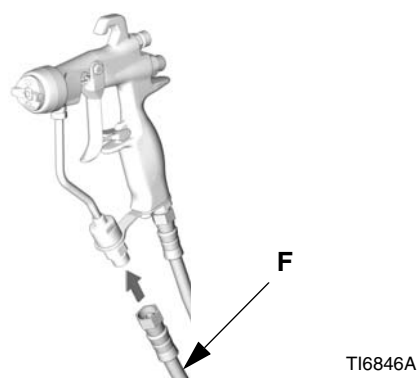

FIGURA 4
2. Collegare un flessibile del fluido (F) all'ingresso del fluido della pistola. Vedere la FIGURA 4. Se lo si desidera, installare un raccordo girevole per il fluido (189018) all'ingresso della pistola, per una migliore manovrabilità. Vedere Accessori, pagina 35.